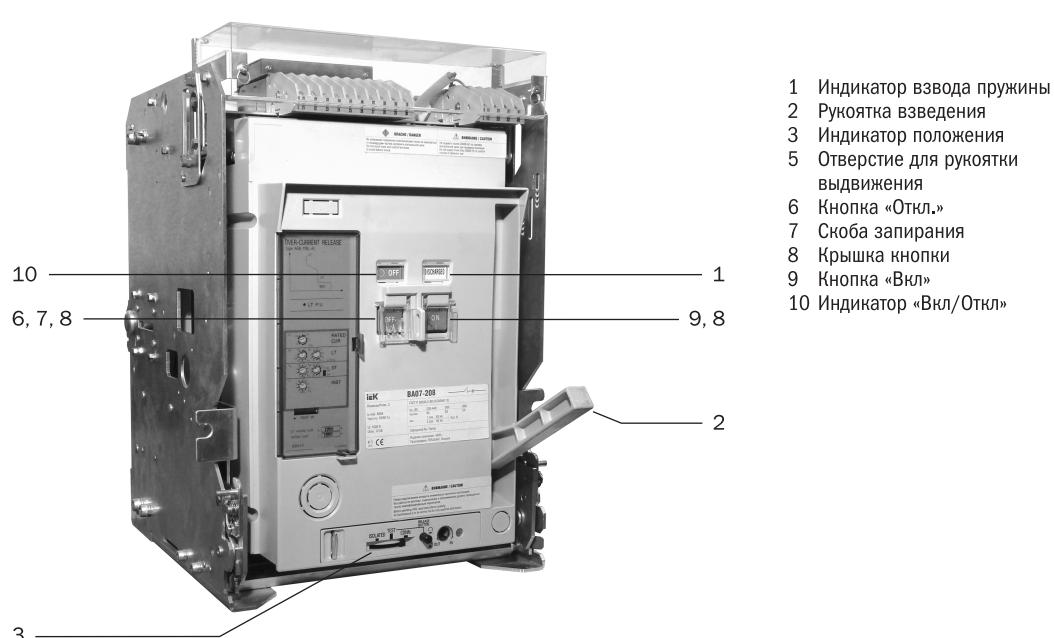

Рисунок 17. Операция ручного взвешивания
Качайте рукоятку взвешивания 2 (Рис. 17) до тех пор, пока индикатор взвеса пружины 1 (Рис. 17) покажет «Заряжено/CHARGED». Качание ручкой взвешивания 10-13 раз на полный диапазон хода ручки полностью взвесит пружину.
Когда индикатор взвеса пружины 1 (Рис. 17), изменяясь, указывает на «Разряжено /DISCHARGED», и одновременно рабочее напряжение определенной величины подается на контакты 2 и 22 (Рис. 14) блока управления, включается электропривод и начинается операция взвешивания замыкающей пружины. После завершения операции взвешивания, индикатор взвеса пружины показывает «Заряжено». Затем электропривод автоматически выключается. Период времени, необходимый для выполнения операции зарядки зависит от величины рабочего напряжения или от типа ВА, но не превышает 10 секунд.
- 1) Индикатор взвода пружины 1 (Рис. 17) показывает «Заряжено».
- 2) Индикатор положения 3 (Рис. 17) показывает «ПОДКЛЮЧЕН», «ТЕСТ» или «ИЗОЛИРОВАНО» (положение соответствующее не полностью включенному режиму недопустимо).
- 3) Рукоятка выдвижения извлечена из отверстия в корпусе 5 (Рис. 17).
- 4) Кнопка «Откл» 6 (Рис. 17) не заблокирована с помощью скобы запирания 7 (Рис. 17).
Откройте крышку кнопки «Вкл» 8 (Рис. 17) и нажмите кнопку «Вкл» 9 (Рис. 17). Главные контакты ВА замкнутся с характерным звуком. Индикатор «Вкл/Откл» 10 (Рис. 17) покажет «Вкл» и индикатор взвода пружины 1 (Рис. 17) покажет «РАЗРЯЖЕНО».
VA замкнутся с характерным звуком. Индикатор «Вкл/Откл» 10 (Рис. 17) покажет «Вкл», индикатор взвода пружины 1 (Рис. 17) покажет «РАЗРЯЖЕНО» и электропривод начнет выполнение операции взвода замыкающих пружин.
Откройте крышку кнопки «Откл» 8 (Рис. 17) и нажмите кнопку «Откл» 6 (Рис. 17). Главные контакты ВА разомкнутся с характерным звуком. Индикатор «Вкл/Откл» 10 (Рис. 17) покажет «Откл».
Нажмите внешнюю кнопку «Откл» (Рис. 14). Независимый расцепитель PH07(SHT) или минимальный расцепитель PM07 (UVT) (Рис. 14) будут приведены в действие, и ВА разомкнет цепь главных контактов с характерным звуком. Индикатор «Вкл/Откл» 10 (Рис. 17) покажет «Откл».